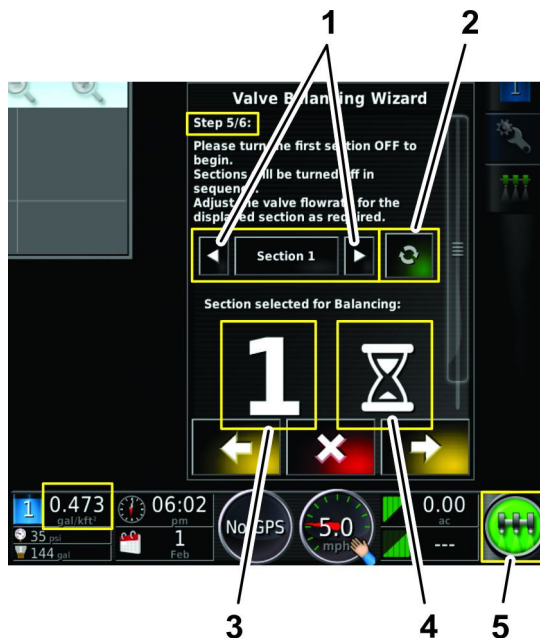

図 55
- ジオリンクソフトウェアが流量を処理し終わるのを待つ 図 55。